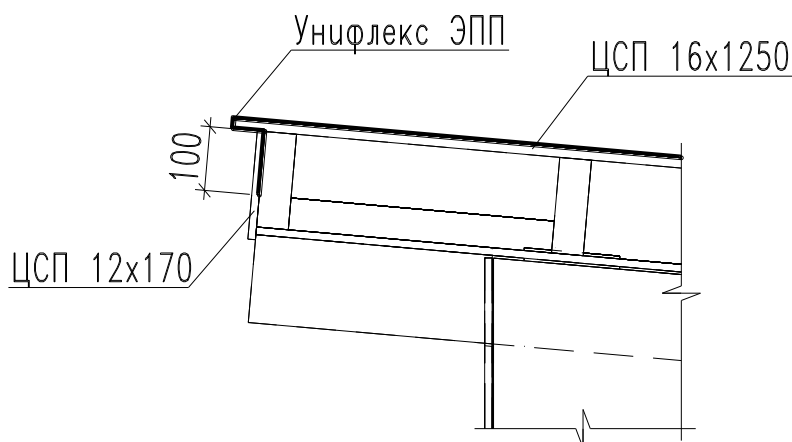

рис. 156 – Защита стропил от влаги.
- Обработать древесину битумным праймером в местах ее соприкосновения с рулонным кровельным материалов, как показано на рис. 156.